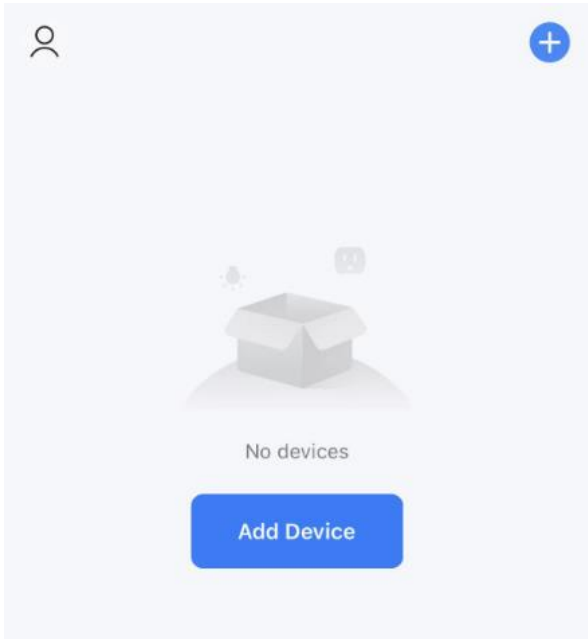

Fig. 1
2. Registrarsi o accedere al proprio account sul'app. Premere "+" in alto a destra o il pulsante "Add device" per aggiungere l'apparecchio (Fig. 1). **Nota:** quando la funzione Bluetooth sul proprio dispositivo mobile è attiva, l'apparecchio verrà rilevato automaticamente, come illustrato in Fig.8; premere "Add". Apparirà la schermata illustrata in Fig. 9; selezionare la rete Wi-Fi, inserire la password e premere "Next". Attendere che appaia la schermata illustrata in Fig. 10, quindi premere "Done". Ora è possibile controllare l'apparecchio tramite l'interfaccia visualizzata. Premere i pulsanti per impostare l'apparecchio. In alternativa, è possibile aggiungere manualmente il dispositivo come descritto di seguito.